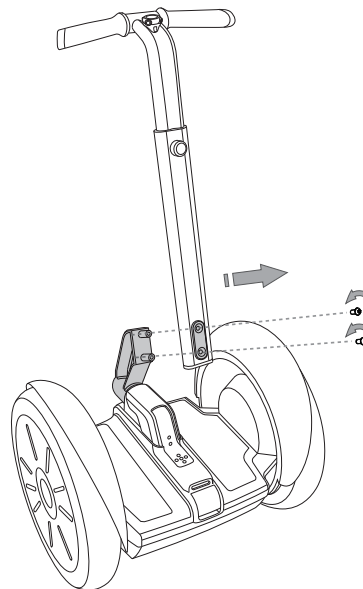

Ilustración 64: retire los tornillos del eje LeanSteer
2. Con una llave Allen de 5 mm, saque los dos tornillos que sujetan el eje LeanSteer a la base (consulte la **ilustración 64**), mientras sujeta el eje LeanSteer.